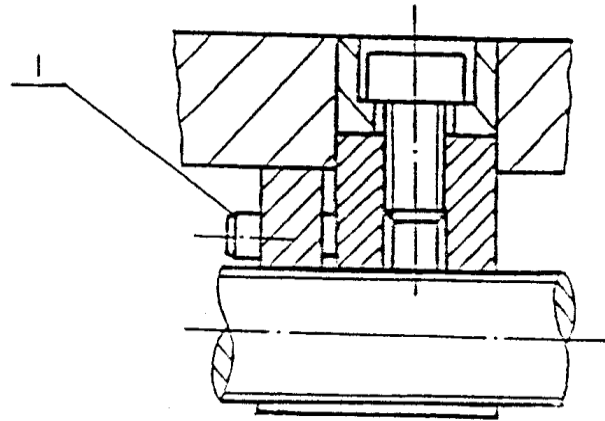

Fig. 7. Réglage de l'écrou du chariot transversal
5.) Réglage de l'écrou du chariot transversal (voir fig. 7): Tournez la vis 1, libérer le chariot transversal, réglez le glissement désirée et resserrer.